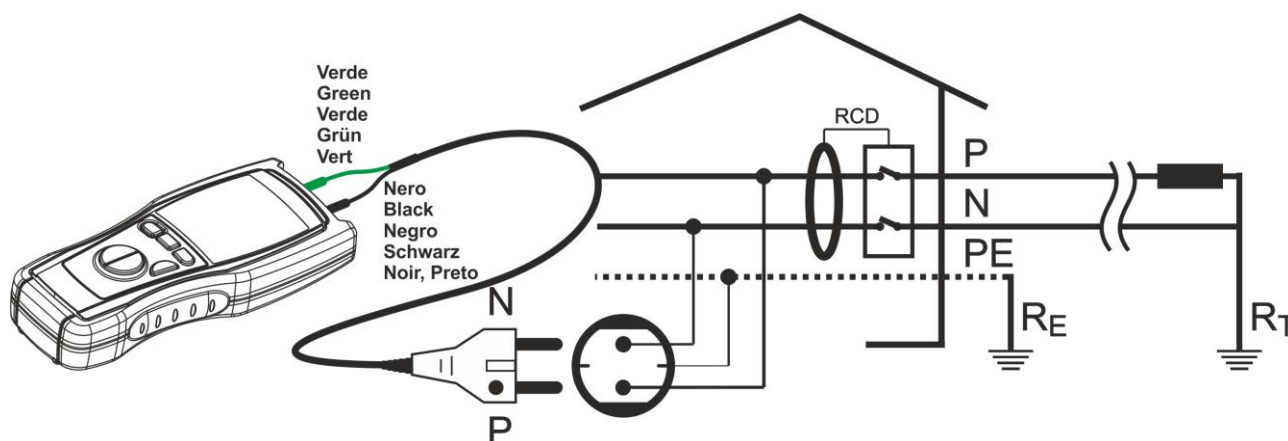

Fig. 13: Connessione dei terminali dello strumento in prova
6. Inserire il cavo shuko in una presa di corrente (vedere Fig. 13). Nella figura è rappresentato il collegamento alla presa